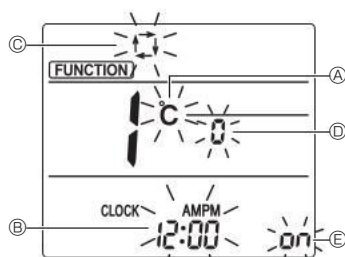

Fig. 7-10
| Objekt             | Inställning                                     | Fig. 7-10 |
3. Kontrollera att funktionsnummer "1" visas och tryck sedan på knappen **SET** 3. Skärmen för inställning av displayn visas. (Fig. 7-10)